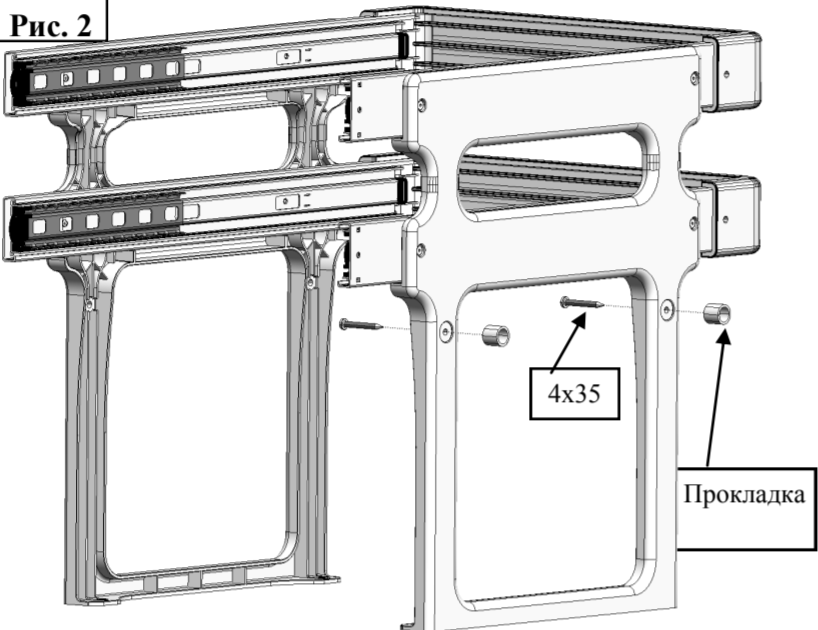

Рис. 2
2. A seconda del lato di posizionamento (destra o sinistro), montare 2 dei 4 distanziali in dotazione, utilizzando le viti 4x35 (FIG.2).
2. В зависимости от размещения на той или иной стороне (вправо или влево), закрепите 2 из 4 предлагающиеся прокладки (проставки), с помощью шурупов 4x35 (рис. 2).